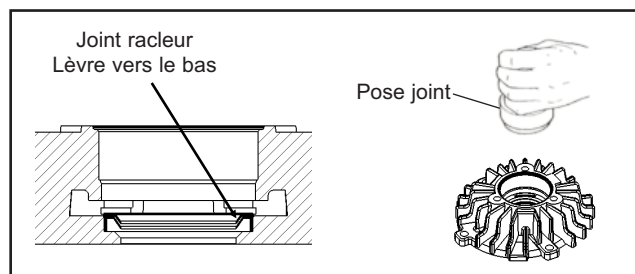

Figure 18
1. Avant de commencer, placez le fond (1) face vers le bas sur une surface plane et propre. Prenez garde de ne pas érafler ou endommager le fond.
2. A l'aide d'un pose-joint de taille convenable, enfoncez un joint racleur neuf, lèvre vers le bas, face au rotor, jusqu'au fond de la gorge ; voir la figure 18.